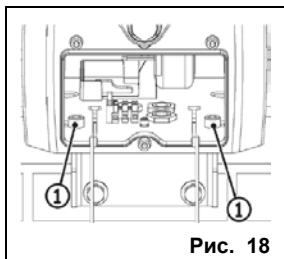

Рис. 18
- Снова открыть центральный отсек модуля и затянуть другие два винта (рис. 18, поз. 1).